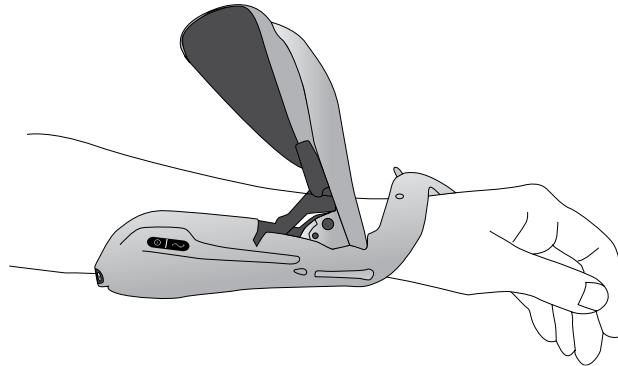

Bild 6-6: Positionera ortosen
2. Placera ortosen runt underarmen och positionera flexorstödet på underarmen. Se bild 6-6.